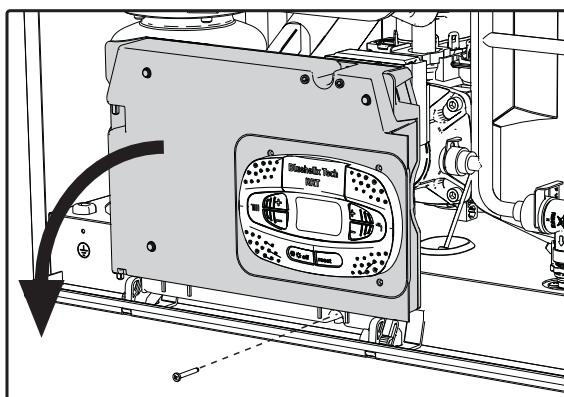
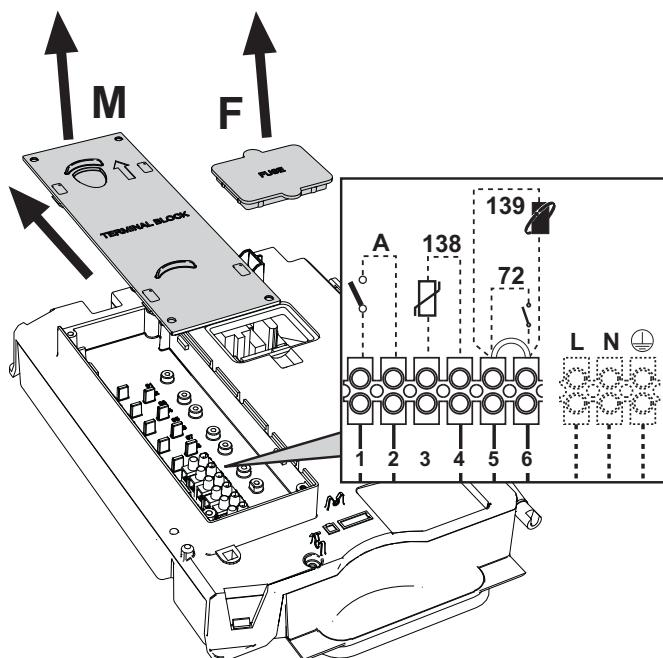

fig. 19
fig. 20
Tras quitar el panel frontal ( \*\*\* 'Apertura de la cubierta frontal y del panel de la cámara estanca' on page 75 \*\*\*), es posible acceder a la regleta de conexión (M) y al fusible (F) según las indicaciones siguientes (fig. 19 e fig. 20). **Los bornes indicados en la fig. 20 deben tener contactos secos (no 230V).** La posición de los bornes para las diferentes conexiones también se ilustra en el esquema eléctrico de la fig. 42.
**Configuración del interruptor ON/OFF (A, fig. 20)****Tabla 3- Ajustes del interruptor A**